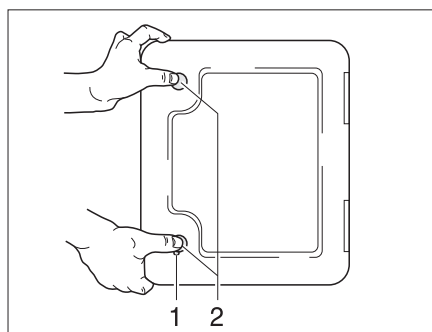

Fig. 141 Trampilla para el cassette Thetford
La trampilla de evacuación para el cassette Thetford (Fig. 141) está en la parte exterior del vehículo.
- Introducir la llave en el cilindro de cierre del cierre a presión (Fig. 141,1) y girarla un cuarto de vuelta en sentido de las agujas del reloj.
- Presionar ambos cierres a presión (Fig. 141,2) al mismo tiempo con el pulgar y abrir la trampilla para el cassette Thetford.